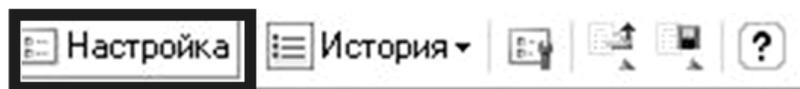

Рис. 10.1. Вид инструмента для задания параметров отчета
- 3) с помощью кнопки **Настройка** ввести параметры отчета (рис. 10.1).